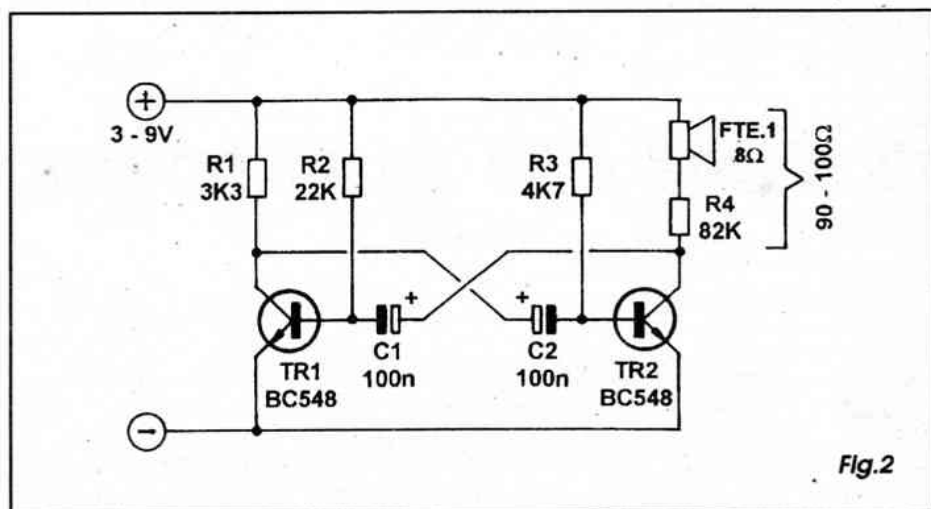

Fig. 2
- FIG. 2 - Um multivibrador astável, no qual dois amplificadores monotransistorizados encontram-se acoplados de forma cruzada, saída com entrada e entrada com saída, em ligação quase sempre simétrica... Trata-se de circuito fácil e prático para a geração de sons simples... No arranjo básico, mostrado no diagrama, é possível *mexer-se* amplamente: os valores de C1, C2, R2 e R3 determinam basicamente a frequência (bem como a simetria da forma de onda - retangular ou quadrada - gerada...). Notar que embora os valores indicados resultem em baixas capacitâncias para C1 e C2, nada impede que tais componentes mostrem altos valores, caso em que serão do tipo eletrolítico (por isso as marcações de polaridade, no esqueminha...). R2 e R3, além de comporem as redes RC de constante de tempo, executam ainda o papel de dimensionadores das correntes de polarização de base dos transistores, o que impede a modificação dos seus valores abaixo ou acima de determinados limites (com o que os transistores *saíam* do ponto ideal de funcionamento, por excesso ou insuficiência de polarização...), caso em que a oscilação até pode ser bloqueada...! A tensão de alimentação pode variar bastante, dependendo unicamente dos limites dos transistores utilizados (e da adequação dos valores resistivos...). Um pon-